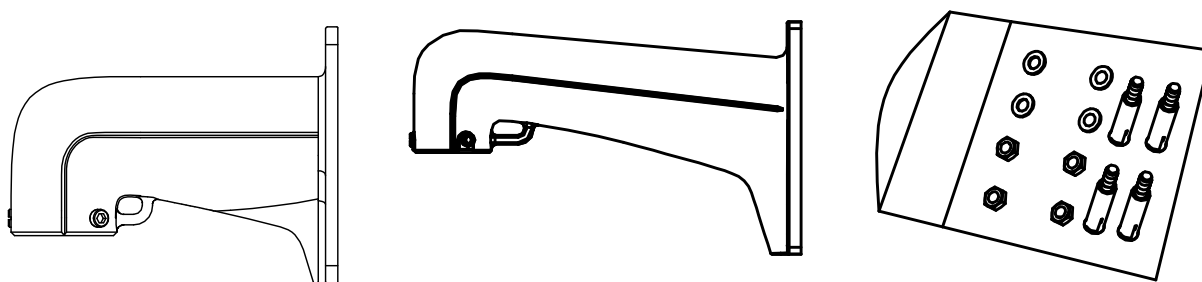

Рис. 2.4. Настенный кронштейн и крепеж
1. Достаньте настенный кронштейн и крепеж из упаковочной коробки (Рис. 2.4).